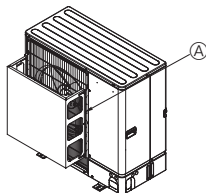
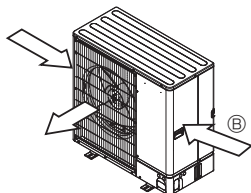

Fig. 2-5
Fig. 2-6
- ② Sumontuokite pasirenkamąjį oro kreiptuvą, jei įrenginys montuojamas vietoje, kurioje į oro išėjimo angą gali tiesiai pūsti stiprus vėjas, pvz., uraganas ir pan. (Fig. 2-5)
- ③ Oro išėjimo angos kreiptuvą
- ④ Jei įmanoma, pastatykite įrenginį taip, kad oras per oro išėjimo angą pūstų statmenai sezoninio vėjo krypties atžvilgiu. (Fig. 2-6)
- ⑤ Vėjo kryptis